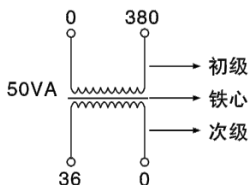
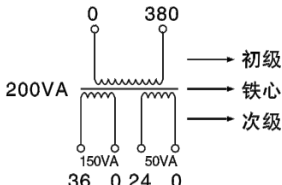
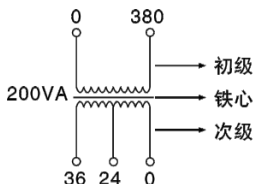
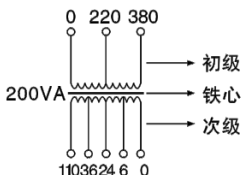

图1 单独绕组
图2 分立绕组
图3 混合绕组
图4 连续式中间带抽头绕组
3.2.2 本系列变压器的线圈，当初次级只有一个绕组时，可担负全部额定的容量；若有多绕组时，则按各绕组应能承担给定的容量；但各绕组的容量之和不得超过总容量，见图1、图2、图3、图4。
3.2.3.1 例如图1，CDDK-50型容量50VA，输入电压380V，输出电压36V。因为初、次级只有一个绕组，所以它可以担负全部容量50VA。
3.2.3.2 例如图2，CDDK-200型，容量200VA，输入电压380V，输出电压36V、150VA和24V、50VA。因为图中初级只有一个绕组，所以它所承担的容量是额定容量200VA，次级有两个分开的单独绕组，而且各绕组容量已标明，所以它们各自承担容量，但总量之和200VA。
3.2.3.3 例如图3，CDDK-200型，容量200VA，输入电压380V，输出电压36V、24V。因为图中初级只有一个绕组，所以它所承担的容量是额定容量200VA，次级绕组有中间抽头，所以次级的最高电压36伏单独使用时，才能带200VA的负载。24V则不能带200VA的负载，只能带133VA的负载，因为次级总电流 $I_2 = \frac{P_e}{U_2} = \frac{200VA}{36V} = 5.55 A$ ，所以单独使用24V时的容量 = $24V \times 5.55A = 133VA$ 。同时使用36V、24V时，其电流之和不能大于5.55A。总之，无论输出电压是单独使用或两组同时使用，其负载电流之和不能超过变压器的额定电流。
3.2.3.4 例如图4，CDDK-200型，容量200VA，输入电压380V、220V，输出电压110V、36V、24V、6V。从图4中我们看出：初、次级绕组中都有中间抽头。初级的最大使用电流 $I_1 = \frac{P_e}{U_1} = \frac{200VA}{380V} = 0.526 A$ ，所以无论使用220V或是380V时，其电流不能超过0.526A；即使用380V时，该变压器的容量是200VA，使用220V时，该变压器的最大容量是： $\frac{200VA}{380V} \times 220V = 116VA$ ，所以这时200VA的变压器则成了116VA的变压器了；同时次级容量也随之减小到116VA，次级的最大使用电流取决于初级的使用情况，如果初级接380V的电压上，此时的变压器应是200VA，所以次级电流应为 $I_2 = \frac{P_e}{U_2} = \frac{200VA}{110V} = 1.8 A$ 。
6.1 购买前，先估算好您所使用的电器总容量，参考图1—图4的结构，选用留有一定容量的变压器，确保瞬时启动时不烧坏变压器。
7.1 变压器的型号、规格、容量、初、次级电压及次级电压的容量分配或参考图1－图4的举例来选择适合您自己的产品。